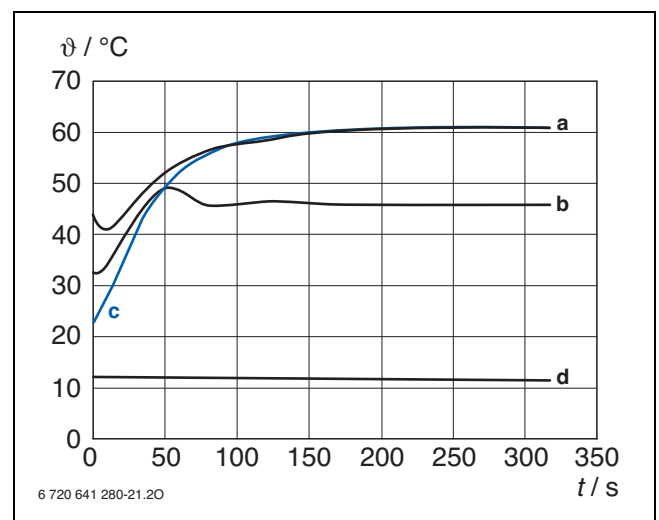

Bild 56 Warmwasser-Austrittstemperatur und Warmhaltefunktion des Warmwassers in Abhängigkeit von der Einstellung am BC25
- Warmhaltefunktion mit einstellbarer Warmwasser-Austrittstemperatur zwischen 40 °C und 60 °C (→ Bild 56) im Sommerbetrieb